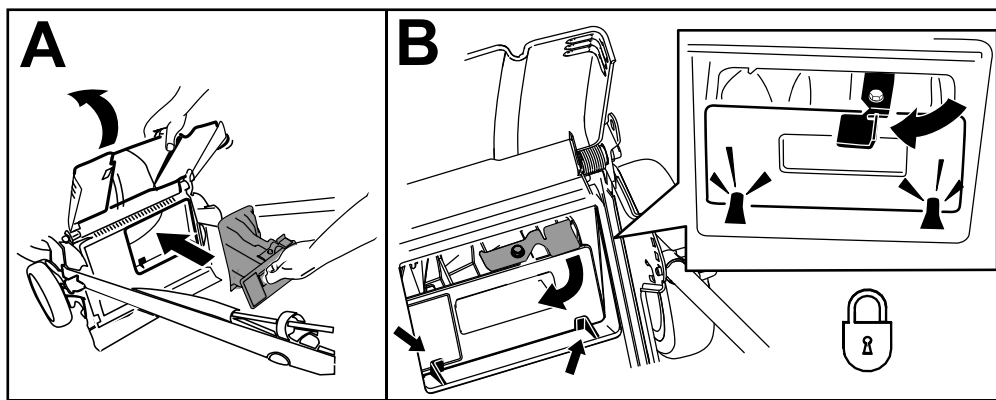

Figura 25
**Importante:** Asegúrese de que el tapón trasero está bloqueado en su sitio. Para bloquear el tapón: levante el deflector trasero (Figura 25), introduzca el tapón y presione firmemente hasta que encaje detrás de las pestañas, y gire la palanca del tapón a la izquierda (Figura 25).